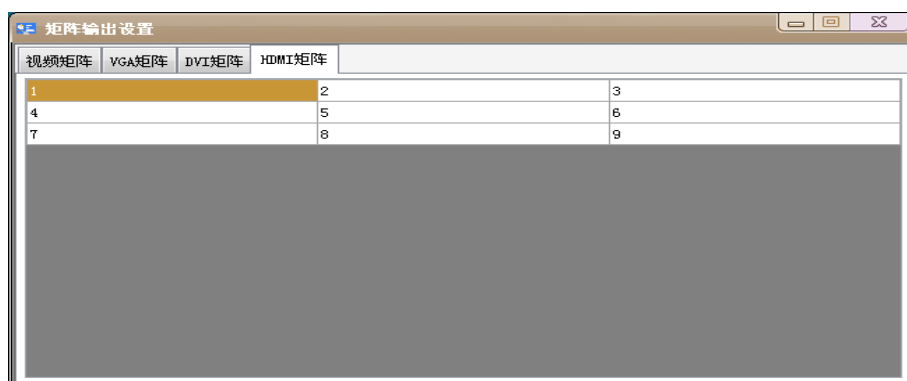

图 2.3.3 端口映射界面
3) 矩阵输出设置：点击矩阵设置界面的“端口映射”按钮，弹出矩阵输出界面，包括视频矩阵、VGA 矩阵、DVI 矩阵、HDMI 矩阵的输出设置。如图 2.3.3 所示。